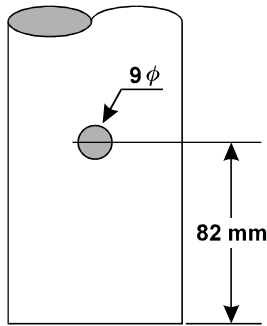

Abbildung 9
1. Bohren Sie 82 mm vom unteren Rohrende durch beide Rohrwände ein Loch mit einem Durchmesser von 9 mm (siehe Abbildung 9). Die beiden Löcher müssen exakt einander gegenüberstehen, damit sie mit den entsprechenden Durchführungen in den Klemmbacken übereinstimmen.